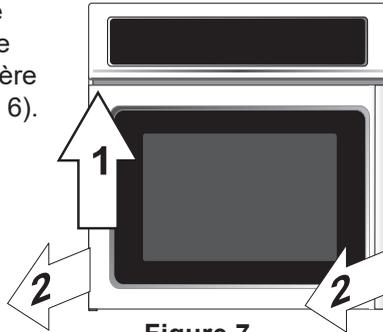

Figure 7
- 4** Insérez le four dans l'armoire. Glissez-le en laissant $1\frac{1}{2}$ " (3,8 cm) d'espace entre le four et l'armoire (voir Figure 7). Tirez le câble d'alimentation et passez-le par le trou dans l'armoire pour le diriger vers la boîte de connexion en finissant d'encaster le four à l'armoire.